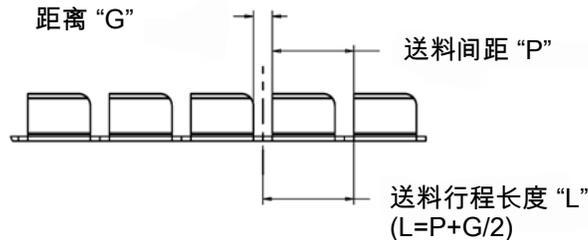

图 23
3. 转动调节轮 (2161481-1)，调节至正在处理的端子对应的“L”尺寸。有关 AMPLIVAR 端子的“L”尺寸，请参阅图纸 2161490。如果没有可用数据，请将“L”设为端子间距加上端子之间距离的 $\frac{1}{2}$ （图 23）。
10. 执行若干次压接并测量端子的切割状况 (图 23)。